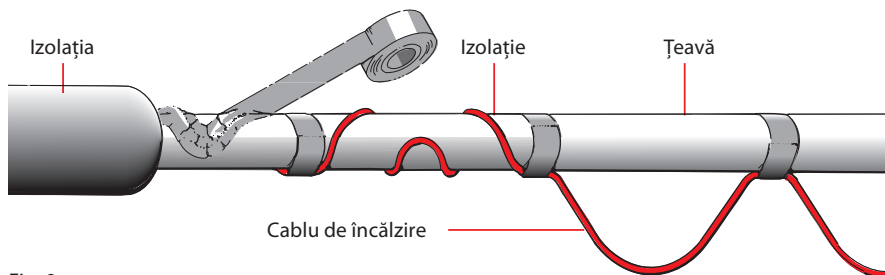

Fig. 9
2. Cablul este fixat pe țevă în formă de valuri sau spirală, vezi Fig. 9.